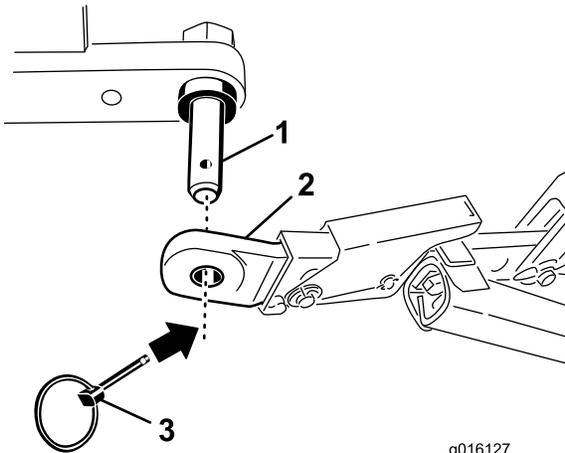

Figura 3
4. Sujete los brazos de enganche inferiores a los pasadores de enganche del aireador con pasadores de seguridad (Figura 3).